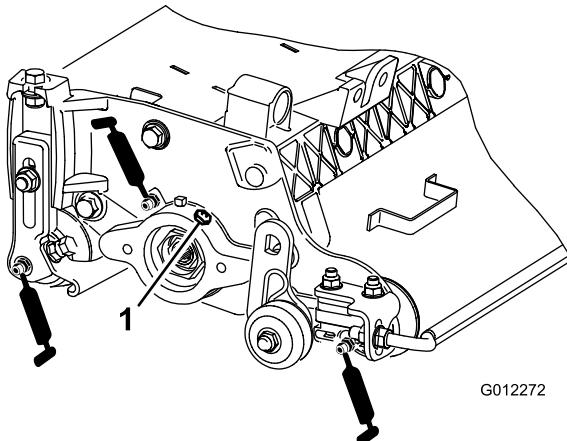

Figura 8
Figura 8 Cada unidade de corte vertical possui 7 bocais de lubrificação () que deverão ser lubrificados semanalmente com massa lubrificante nº 2 para utilizações gerais, à base de lítio.
2. Aplique a lubrificação até que se veja lubrificante limpo a sair dos vedantes do rolo e da válvula de descarga do rolamento (Figura 8).